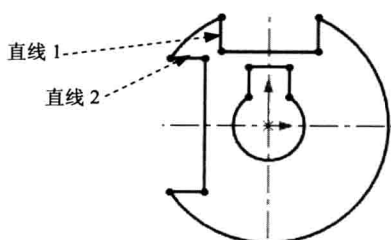

图 2.8 添加相等约束
- (1) 添加直线 1 与直线 2 的相等约束。
- (2) 参照上一步骤添加其余相等约束，如图 2.8 所示。